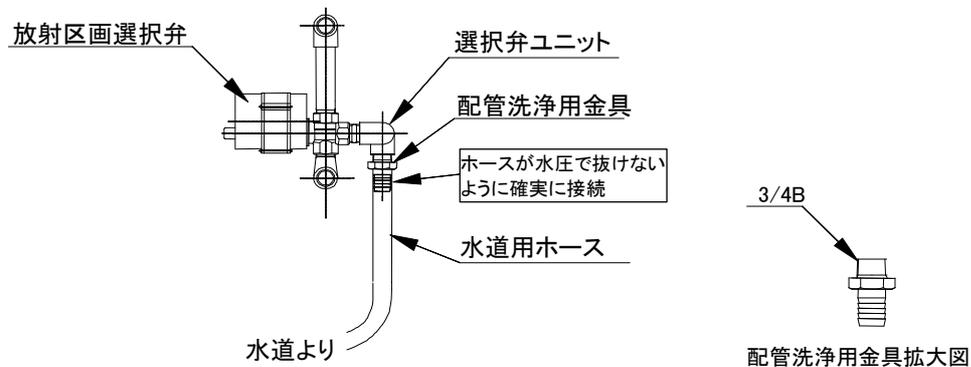

図 28 配管洗浄方法詳細図
- (3) アダプタを選択弁ユニットから外します。
- (4) アダプタが取付けてあった箇所にホースジョイント等の水道用ホースが接続出来る金具を取り付けます（選択弁ユニットの呼び径は 20A です）。
- (5) 取付けたホースジョイントと水道用ホースを接続します。水道用ホースが抜けぬ様にホースバンドなどで縛って下さい（図 28 参照）。
- (6) 泡放射を行った配管の放射区画選択弁を開にし、水道から水を送って洗浄を行います。